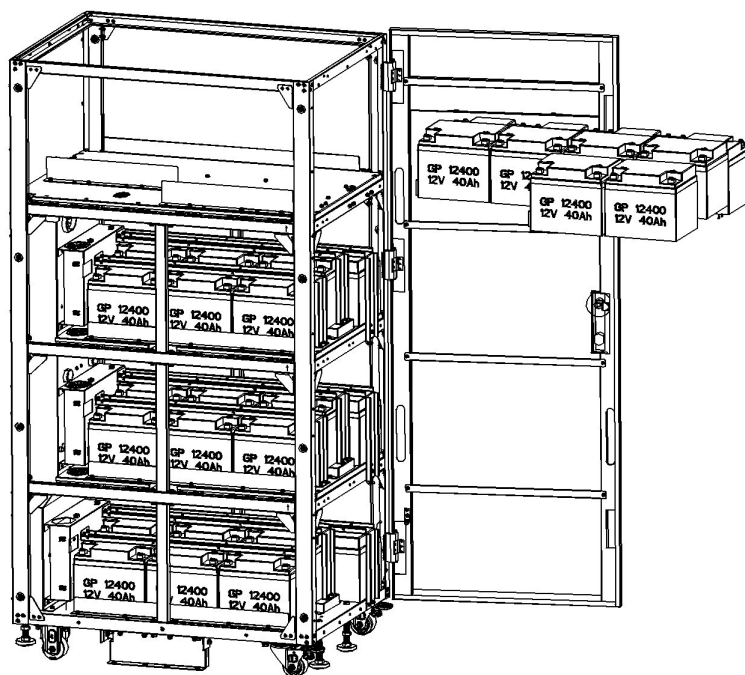

Figure 5-49
9. Réinstaller les 3 supports de rétention des batteries avec les vis de la couche 3 (Figure 5-49).
10. Installer 10 modules de batteries dans la couche 4 (Figure 5-49).